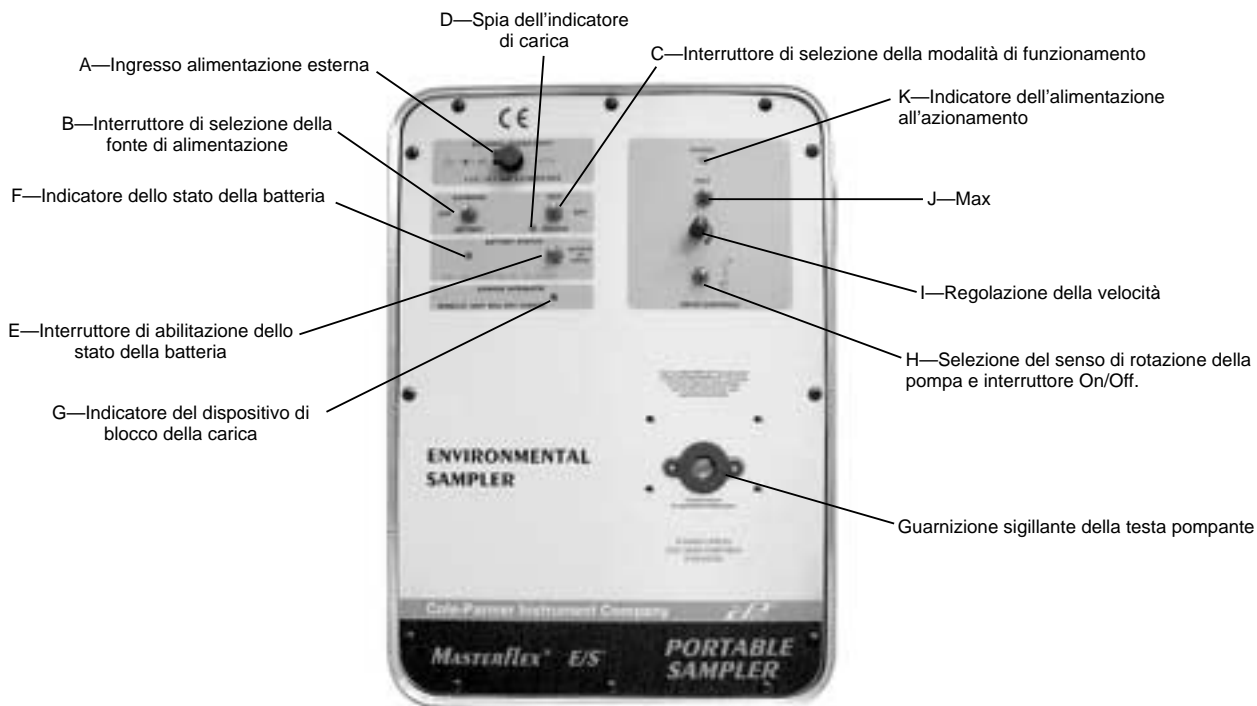

FIGURA 1 QUADRO COMANDI
- A. Collegare all'azionamento il convertitore di c.a.-c.c. in dotazione sollevando il coperchio del connettore di **INGRESSO DELL'ALIMENTAZIONE ESTERNA (A)** e innestando la spina coassiale da 2,5 mm nel connettore (vedi Figura 1).
- A. **Impostare l'interruttore di selezione della fonte di alimentazione (B), EXTERNAL/BATTERY (esterna/batteria),** alla posizione **BATTERY**.
- B. **Impostare l'interruttore di selezione della modalità di funzionamento (C), RUN/CHARGE (funzionamento/carica),** alla posizione **RUN**.
- C. **Selezionare l'interruttore On/Off e di selezione del senso di rotazione della pompa (H)** in senso orario o antiorario (*vedi* Figura 1). Prima di cambiare il senso di rotazione, disinnestare l'alimentazione, cioè impostare l'interruttore del senso di rotazione alla posizione di centro o Off.
- E. **Per adescare il tubo**, muovere l'interruttore **MAX (J)** verso l'alto o verso il basso per azionare la pompa alla massima velocità.
- A. **Impostare l'interruttore di selezione della fonte di alimentazione (B), EXTERNAL/BATTERY (esterna o da batteria),** alla posizione **BATTERY**.
- C. **Selezionare l'interruttore On/Off e di selezione del senso di rotazione della pompa (H)** in senso orario o in senso antiorario (*vedi* Figura 1). Prima di cambiare il senso di rotazione, disinnestare l'alimentazione, cioè impostare l'interruttore del senso di rotazione alla posizione di centro o Off.
- A. **Impostare l'interruttore di selezione della fonte di alimentazione (B), EXTERNAL/BATTERY (esterna/batteria),** alla posizione **EXTERNAL**.
- E. **Per adescare il tubo**, muovere l'interruttore **MAX (J)**, verso l'alto o verso il basso per azionare la pompa alla massima velocità.
- D. Selezionare l'interruttore **On/Off** e di selezione del senso di rotazione della pompa **(H)** in senso orario o in senso antiorario (vedi Figura 1). Prima di cambiare il senso di rotazione, disinnestare l'alimentazione, cioè impostare l'interruttore del senso di rotazione alla posizione di centro o Off.
- F. Per adescare il tubo, muovere l'interruttore **MAX (J)**, verso l'alto o verso il basso e tenerlo in posizione per azionare la pompa alla massima velocità.
- A. Collegare il convertitore di c.a.-c.c. in dotazione sollevando il coperchio del connettore di **INGRESSO DELL'ALIMENTAZIONE ESTERNA (A)** e innestando la spina coassiale da 2,5 mm nel connettore (vedi Figura 1).
- C. Impostare l'interruttore di selezione della modalità di funzionamento (C), **RUN/CHARGE (funzionamento/carica)**, alla posizione **CHARGE**.
- A. Collegare la fonte di alimentazione esterna sollevando il coperchio del connettore di **INGRESSO DELL'ALIMENTAZIONE ESTERNA (A)** e innestando la spina coassiale da 2,5 mm nel connettore (vedi Figura 1).